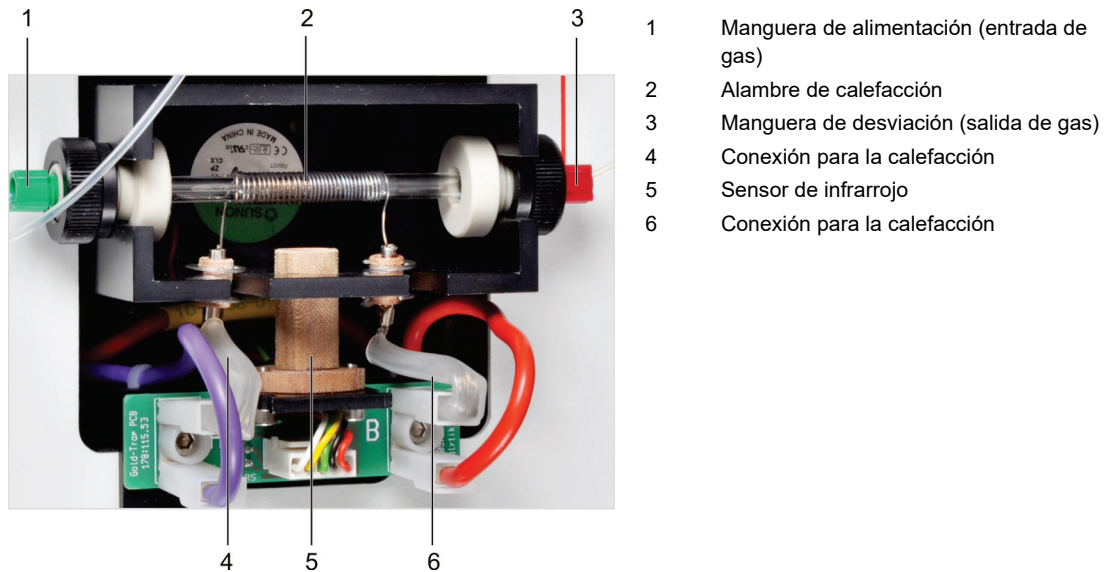

Fig. 14 Conexiones del colector de oro
2. Quitar los contactos de los enchufes de las espirales de calefacción (4 y 6, Fig. 14) de la placa conductora.
5. Introducir el colector de oro en el pozo y al mismo tiempo meter los casquillos de aislamiento en el alambre de calefacción (2, Fig. 14) en la ranura.